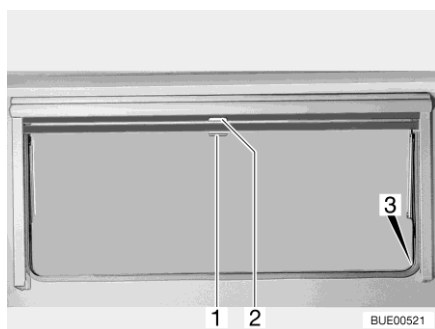

Fig. 77 Finestra apribile
- Tirare verso il basso l'oscurante a rullo accompagnandolo con la maniglia (Fig. 77,2). Quando si chiude completamente l'oscurante a rullo esso va agganciato da entrambi i lati al telaio della finestra nell'apposito elemento di fissaggio (Fig. 77,3).
- Quando l'oscurante a rullo è completamente chiuso: Spingere la maniglia (Fig. 77,2) verso il basso tirandola leggermente verso l'interno. Sganciare l'oscurante a rullo dagli elementi di fissaggio a destra e a sinistra del telaio della finestra.
- Quando l'oscurante a rullo si trova in posizione intermedia: Tirare la maniglia (Fig. 77,2) leggermente verso il basso finché l'elemento di fissaggio non si è sganciato.
- Tirare la maniglia (Fig. 77,1) della zanzariera a rullo verso il basso e agganciarla all'elemento di fissaggio (Fig. 77,3) su entrambi i lati del telaio della finestra.
- Spingere la maniglia (Fig. 77,1) verso il basso tirandola leggermente verso l'interno. Sganciare la zanzariera a rullo dagli elementi di fissaggio a destra e a sinistra del telaio della finestra.